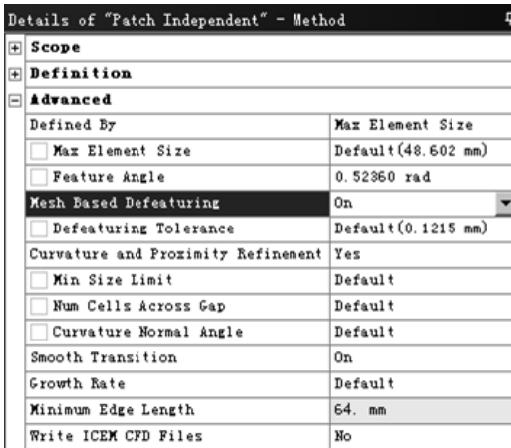

图 5.1.4 “ Details of ‘ Patch Independent ’ -Method ”对话框
(2) 独立分片算法 (Patch Independent) 该方法基于 ICEM CFD Tetra 四面体或棱柱的 Octree 方法，先生成体网格，然后映射到点、边和面创建表面网格。可以对 CAD 模型的长边等进行修补，更适合对质量差的 CAD 模型划分网格。
- ◆ 选用独立分片算法的方法：主要操作与协调分片算法一样，另外，在图 5.1.4 所示的“Details of ‘Patch Independent’ -Method”对话框中的 **Advanced** 区域还有清除